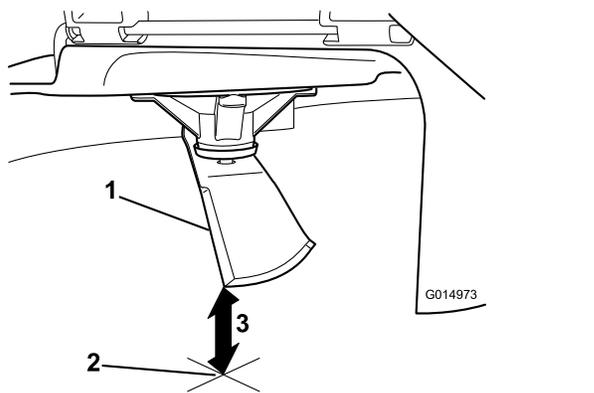

Figura 58
5. Meça da ponta da lâmina até à superfície plana (Figura 58).